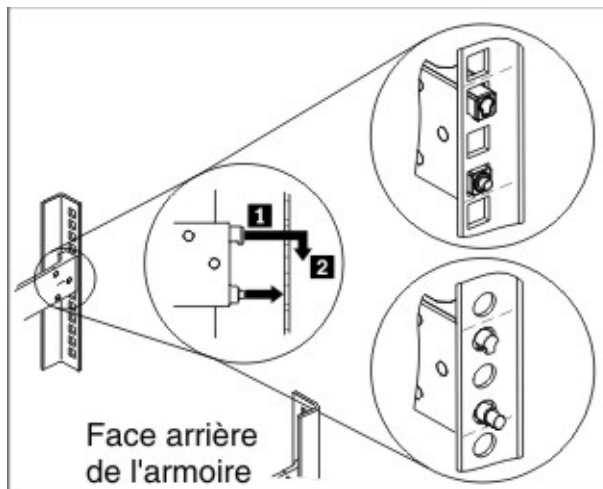

Figure 10. Installation de l'arrière des glissières
2. Placez l'extrémité arrière des glissières comme indiqué dans la figure 10 :